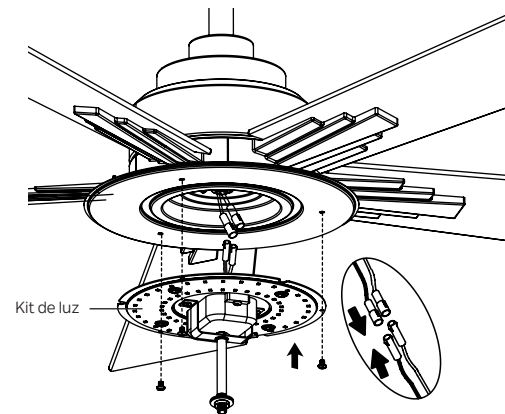

Figura 22
Paso 1. Sostenga el kit de luz LED en la placa de luz, luego conecte los dos conectores de una clavija del kit de luz a los dos conectores de una clavija del conjunto del motor. Conecte el cable negro con el cable negro y el cable blanco con el cable blanco. Fije el kit de luz a la placa de luz y apriételo firmemente con tres (3) tornillos del paquete de tornillos (Figura 22)